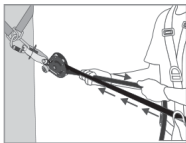
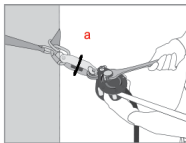

Fig. 3
Fig. 4
Zodra de veiligheidslijn is geïnstalleerd, moet de spanning vooraf worden gecontroleerd door handmatig aan het touw te trekken (aan de kant van de eindknoop – fig. 3). De kam (8) en de klemhendel (4) moeten automatisch in contact komen met het touw. Haal de klemhendel (4) naar beneden en pas door middel van een aangepaste sleutel net zolang spanning toe op de as voor de spanningsinstelling (1) tot de spanningsindicator (a) op de spanningsindicator (2) vrij rondraait (fig. 4). Zodra de spanningsindicator vrij rondraait DEZE NIET VERDER AANDRAAIEN! Dit komt overeen met een voorspanning op de lijn van ongeveer 0.5 kN. Controleer tijdens het gebruik deze spanning regelmatig (rotatie van de spanningsindicator) en stel deze indien nodig af zoals hierboven beschreven.